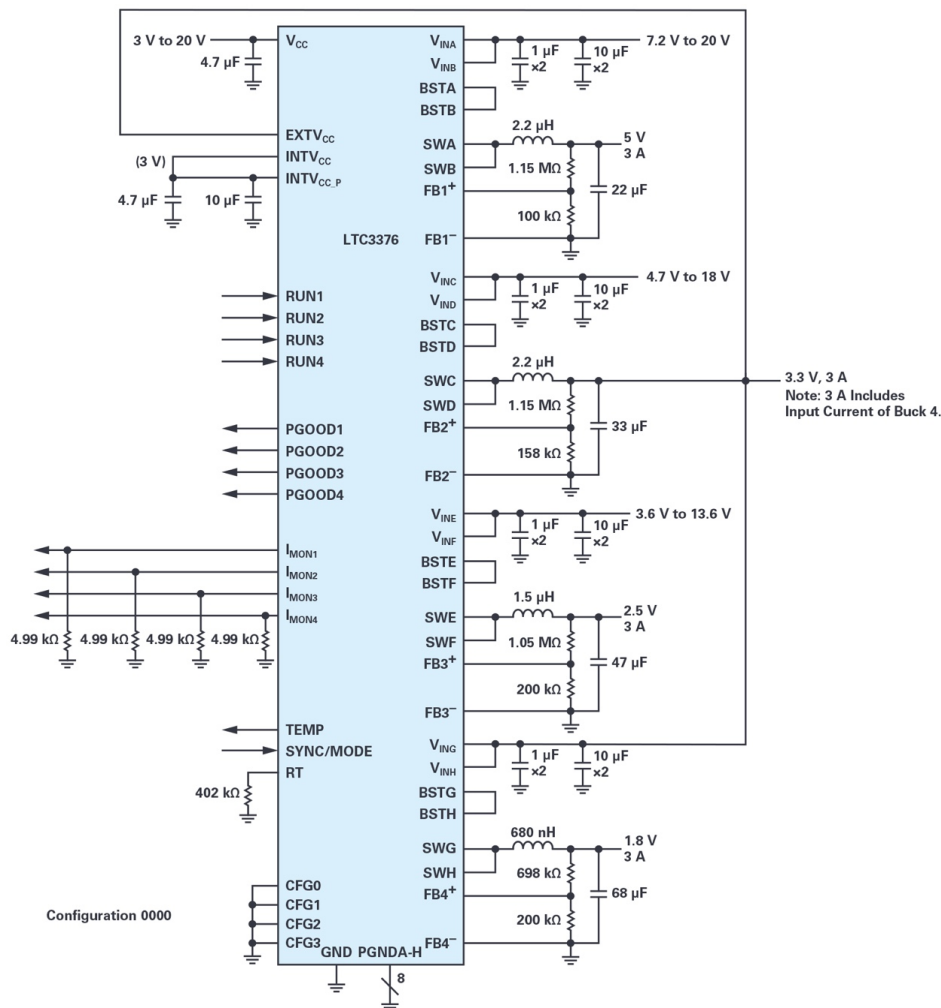

Figure 2. Circuit d'application typique à quatre sorties.
- ▶ cinq configurations « quad buck » avec quatre inductances pour un courant de sortie total de 12 A au total (voir figure 2).